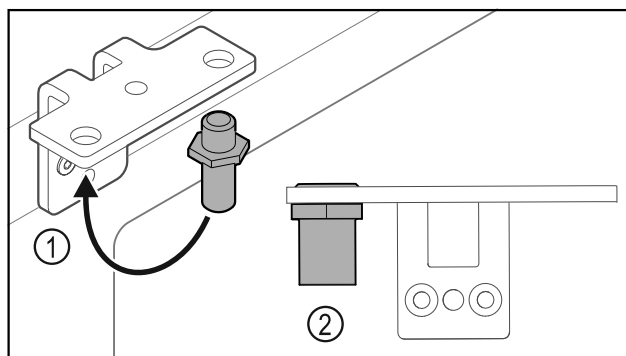

Fig. 36
- ▶ Mutați bolțul Fig. 36 (1) în colțarul balamalei.
- ▶ Strângeți bolțul Fig. 36 (2) cu **cuplul de 12 Nm**.